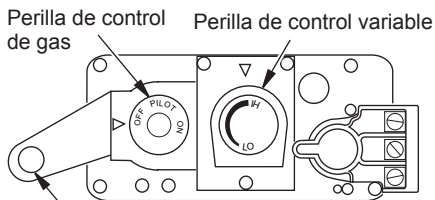

Figura 51 - Válvula de control
5. Espere cinco (5) minutos a que se disipe el gas. A continuación, acérquese para comprobar que no huele a gas, incluso cerca del piso. Si percibe olor a gas, ¡DETÉNGASE! Realice el inciso "B" de la información de seguridad, en la página 30. Si no percibe olor a gas, continúe con el siguiente paso.
7. Gire la perilla de control de gas en sentido contrario al de las manecillas del reloj  hasta la posición de piloto, (consulte la figura 51).